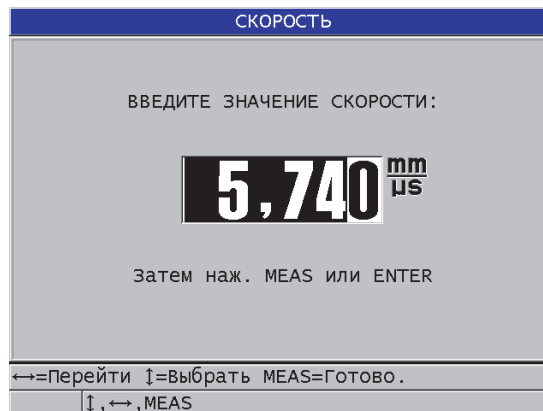

Рис. 5-7 Ввод известной скорости звука в материале
2. В окне **СКОРОСТЬ** (см. Рис. 5-7 на стр. 68) с помощью курсорных клавиш введите известное значение скорости звука.